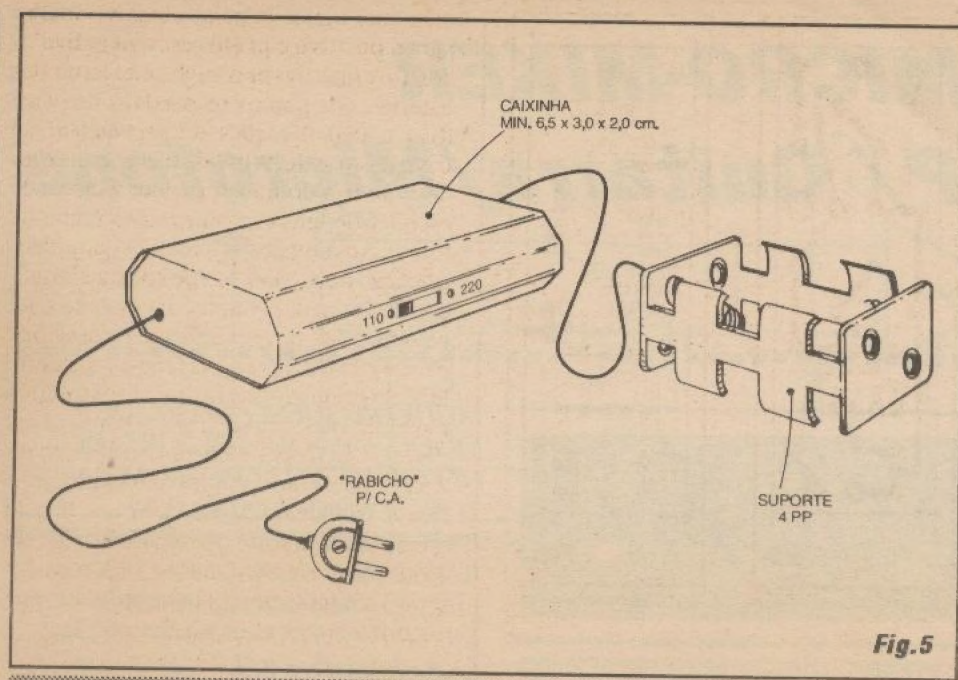

Fig.5
- **FIG. 5 - SUGESTÃO PARA O ACABAMENTO DO CABANC** - Nenhuma sofisticação e o máximo de funcionalidade, é o que recomendamos para o acabamento do projeto, inclusive no *lay out* final do encapsulamento... A sugestão mostrada baseia-se no uso de um *container* de dimensões mínimas... Entretanto, se assim o leitor/hobbysta quiser, nada impede que a plaquinha do impresso seja fixada no interior de uma caixa padronizada (ou mesmo *improvisada* pelo construtor...) *maior*, com o que - eventualmente - poder-se-á *incluir* o próprio suporte para as pilhas/baterias num compartimento externamente acessível, resultando num acabamento geral ainda mais *profissional* e prático... De qualquer modo, o que *vale* mesmo no **CABANC** é a funcionalidade, a praticidade e *descomplicação* no uso...